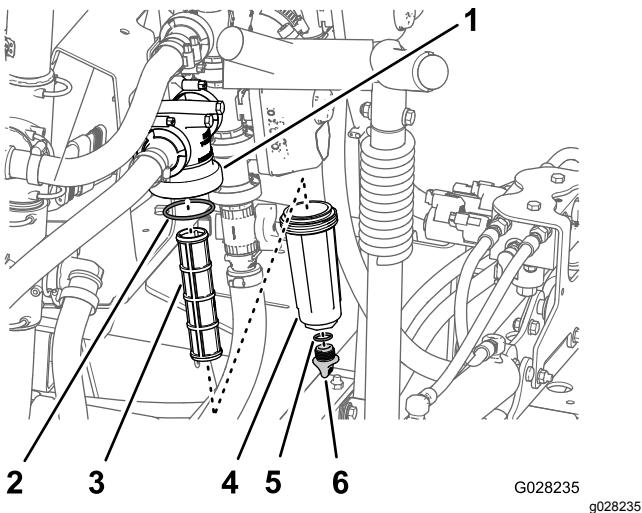

Figura 48
- Allineate una bacinella di spурgo sotto il filtro della pressione (Figura 48).
3. Ruotate il tappo di spурго in senso antiorario e rimuovetelo dal pozzetto del filtro della pressione (Figura 48).
4. Ruotate il pozzetto in senso antiorario e rimuovete la testa del filtro (Figura 48).
5. Rimuovete l'elemento del filtro della pressione (Figura 48).
7. Controllate la guarnizione del tappo di spурго (situato all'interno del pozzetto) e la guarnizione del pozzetto (situato all'interno della testa del filtro) per escludere danni e usura (Figura 48).
8. Montate l'elemento del filtro della pressione nella testa del filtro (Figura 48).
9. Montate il pozzetto sulla testa del filtro e serrate manualmente (Figura 48).
10. Montate il tappo di spурго sul raccordo nella parte inferiore del pozzetto e serrate il tappo manualmente (Figura 48).